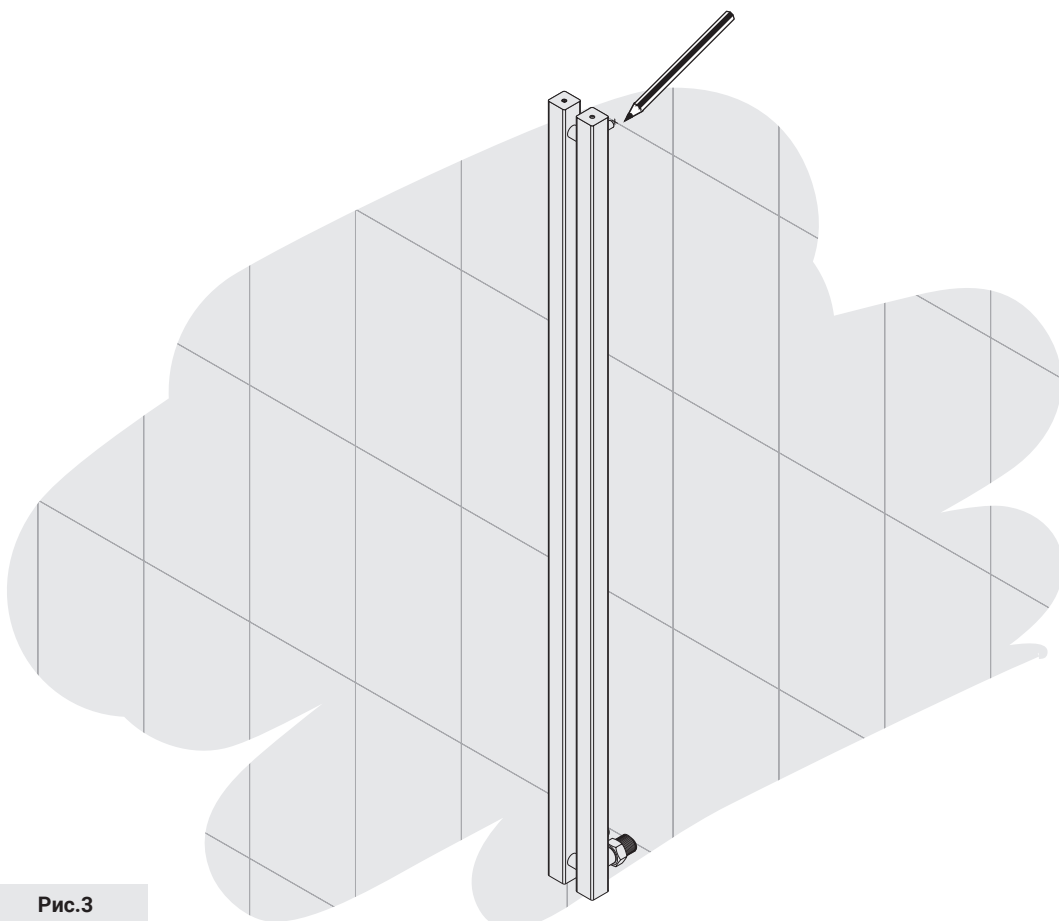

Рис.3
5.3. Произведите **примерочный** монтаж полотенцесушителя, накрутив на установленные эксцентрики (рис. 3).
5.4. Сделайте метку на стене (рис.3).